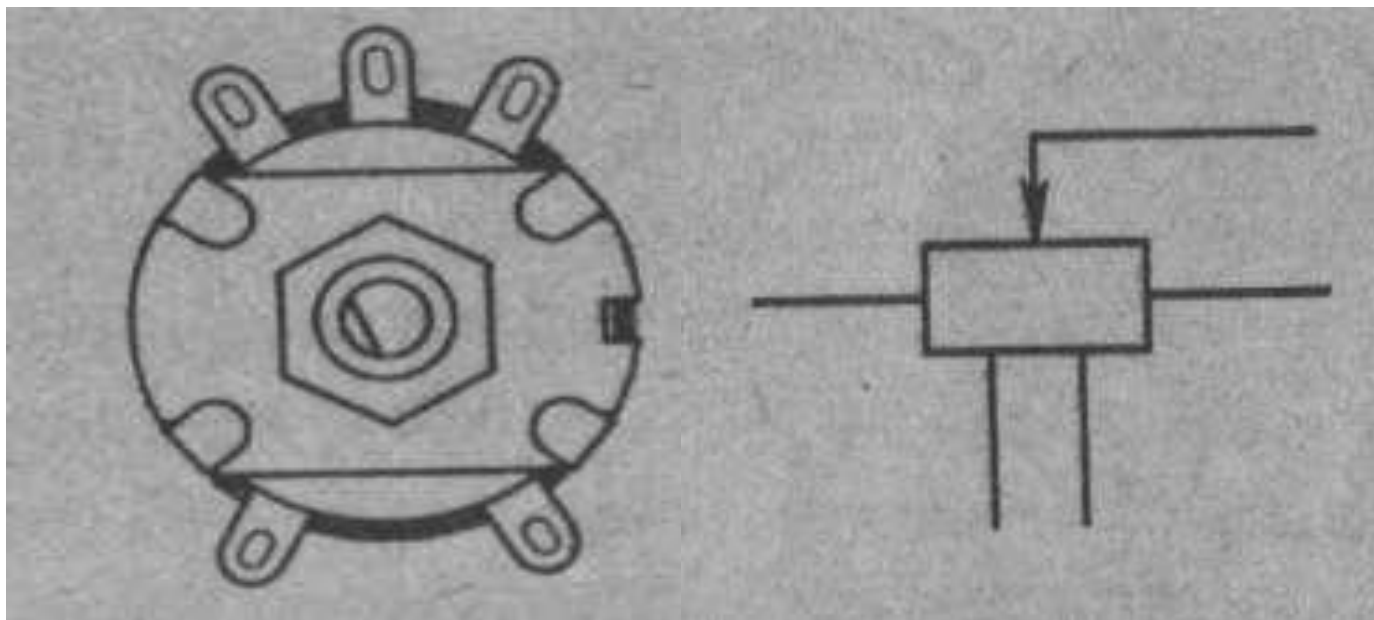

Рис. 9. Обозначение переменного резистора с отводами.
- Некоторые переменные резисторы изготавливают с одним, двумя и даже с тремя отводами. Такие резисторы применяют, например, в тонкомпенсированных регуляторах громкости, используемых в высококачественной звуковоспроизводящей аппаратуре. Отводы изображают в виде линий, отходящих от длинной стороны основного символа (рис. 9).